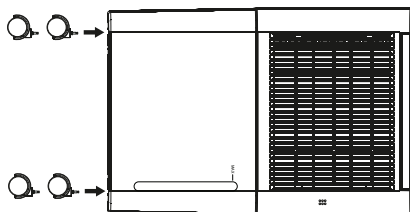

Fig. 1
- ♦ Pressione as rodas 6 nos quatro orifícios existentes na base do aparelho, até encaixarem corretamente (ver fig. 1).